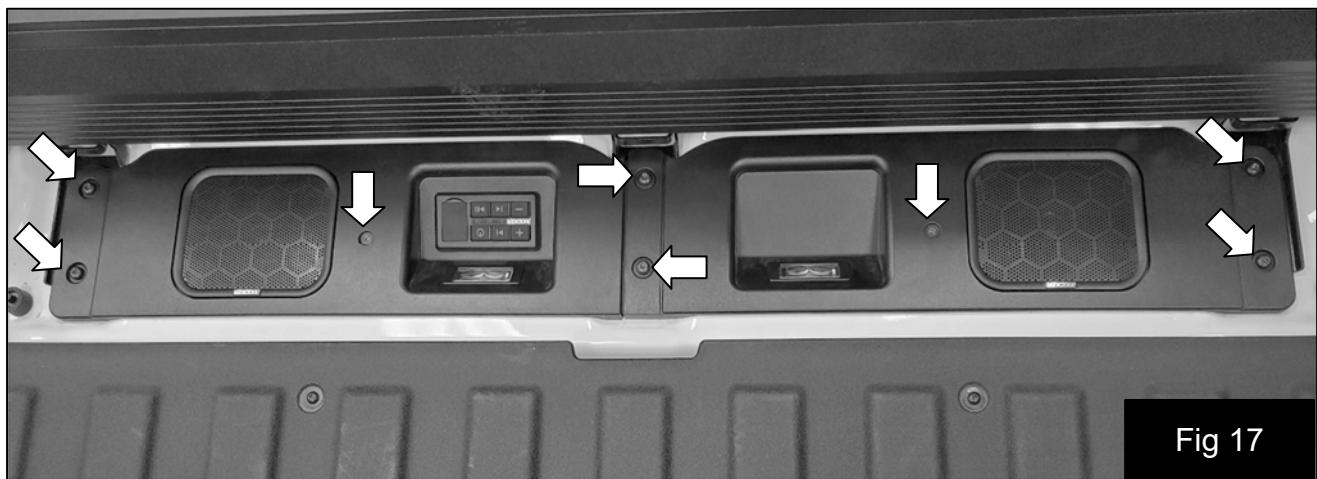

Fig 17
31. Installez et serrez les deux vis fournies. **Ne pas trop serrer!** Fig. 17